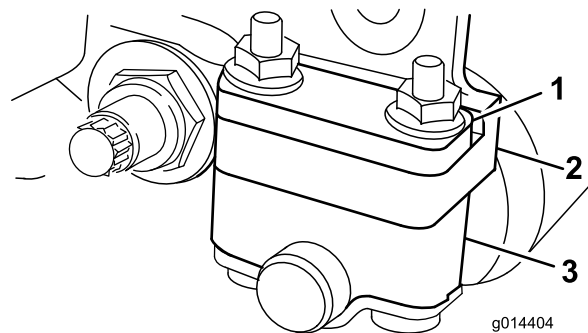
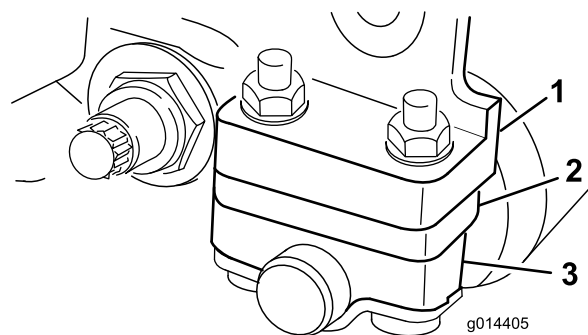

Figura 6
Figura 7
- Posicione o espaçador abaixo da flange de montagem da placa lateral quando as definições da altura de corte variarem entre 3 e 25 mm, como se mostra na **Figura 7**.
Dependendo do intervalo de altura de corte desejado, ajuste os suportes do rolo traseiro (**Figura 6** ou **Figura 7**) para a posição inferior ou superior:
- Posicione o espaçador acima da flange de montagem da placa lateral (definição de origem) se as definições da altura de corte variarem entre 1,5 e 6 mm, como se mostra na **Figura 6**.
4. Coloque os espaçadores nos parafusos acima ou abaixo dos suportes do cilindro, consoante o necessário (**Figura 6** ou **Figura 7**).